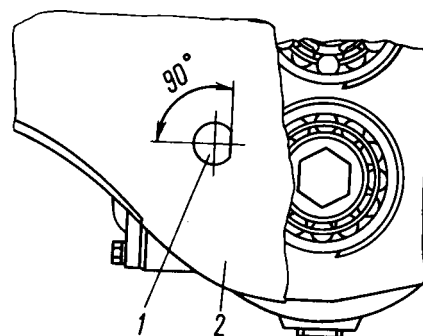

Рис. 6.69. Установка оси шестерни заднего хода:
17. Запрессуйте ось шестерни заднего хода до упора в картер согласно рис. 6.69.